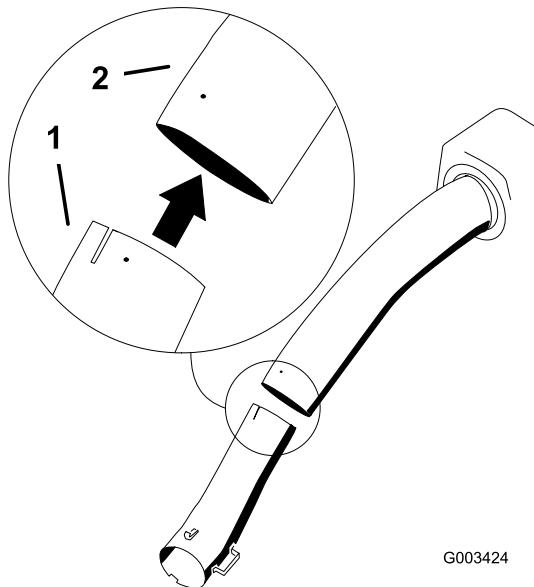

Figure 26
- Insérez le tube inférieur dans le tube supérieur (Figure 26).